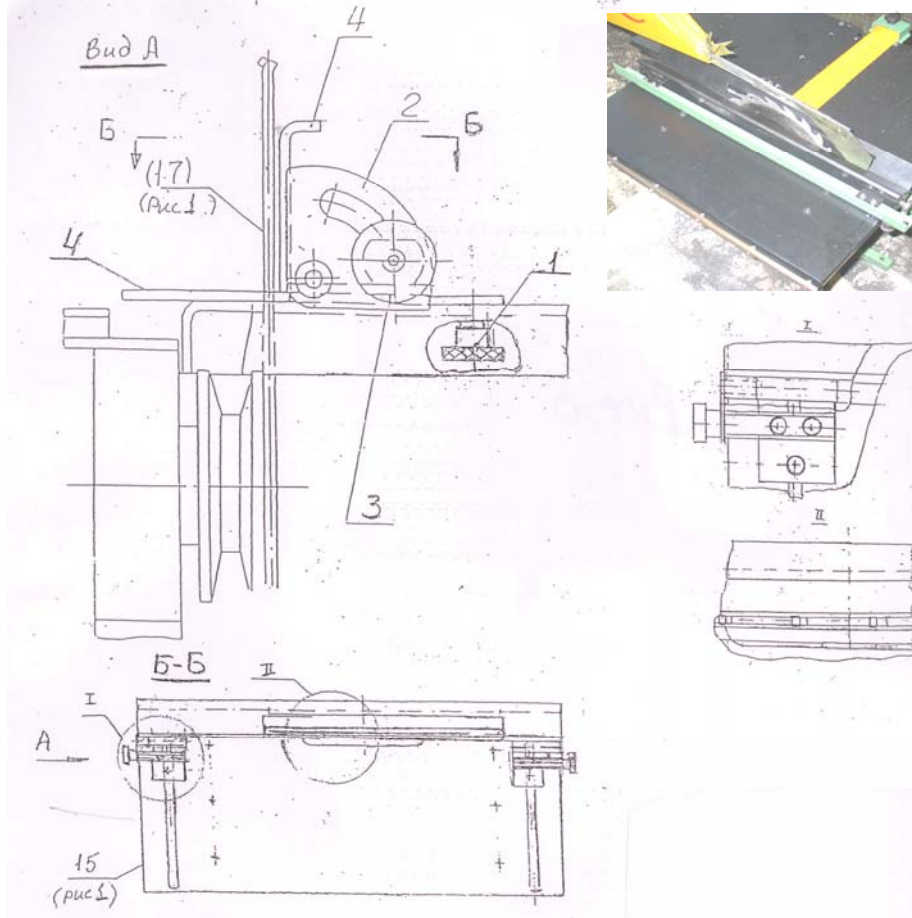

Рис.8
Порядок установки приспособления для продольного пиления под углом рис.8 (рис.8.1 Приложение2):
- прикрепить приспособление 2 рис. 8 к пильному столу 15 рис.1 двумя винтами с рифлеными головками 1 рис.8 (через пазы 25 в пильном столе 15 рис.1) ;
- опустить приспособление 2 рис.6 на пильный стол 15 рис.1 так чтобы пила 17 рис 1 прошла в прорезь угольника 4 приспособления 2 рис.8;
- зафиксировать приспособление 2 рис.8 на пильном столе 15 рис.1 двумя винтами с
рифлеными головками 1 рис.8 ;
-отвернув две гайки с рифлеными головками 3 приспособления 2 рис.8 установить угольник 4 приспособления 2 рис.8 на требуемый угол (0-45 град.).
Распиливаемая заготовка укладывается между полками угольника 4 приспособления 2 рис.8 и подается на пилу 17 рис. 1.
-снять с пильного стола 15 линейку 16 рис.1 (или приспособление 2 рис.8) отвернув два винта с рифлеными головками 26 рис.1;